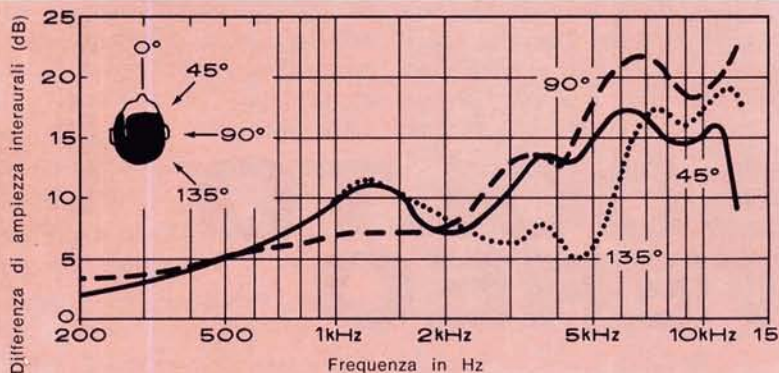

Fig. 2 - (a destra) sono riportate in grafico le differenze interaurali per tre diverse angolazioni e per la banda di frequenza compresa tra 200 e 12.000 Hz.
Fortunatamente l'ascolto bi-aurale è in grado di fornire al cervello informazioni supplementari sotto forma ancora di differenze, ma questa volta di ampiezza. Cioè, il medesimo suono, arrivando ai due orecchi, vi perviene con intensità diverse. In fig. 1 (B) si può vedere che il percorso dalla sorgente fino all'orecchio sinistro dell'ascoltatore, oltre che essere più lungo, è anche curvo. Questo fatto assume un particolare significato poiché al di sopra dei 200-300 Hz la lunghezza d'onda del suono è così corta da poter considerare la testa come un ostacolo effettivo. Si pensi infatti che i suoni di frequenza relativamente alta tendono a propagarsi in linea retta cosicché per suoni provenienti, anche solo parzialmente, di lato la testa finisce sempre per creare una zona d'ombra che interessa l'orecchio che si trova dalla parte opposta alla sorgente; a quest'orecchio in definitiva perviene uno stimolo attenuato. Nel grafico di fig. 2 si vede come variano le differenze di ampiezza in funzio-
lo di ripetizione del segnale, come in fig. 3 (c), la localizzazione presenta sempre ambiguità. Questa condizione si verifica a 750 Hz, frequenza la cui lunghezza d'onda corrisponde all'incirca alla distanza tra i due orecchi. Questa considerazione aiuta anche a capire perché alle frequenze al disopra dei 750 Hz la differenza di ampiezza interaurale cominci ad avere un ruolo determinante nella localizzazione (vedi grafico di fig. 2). Questo non significa che per le frequenze alte le differenze di tempo non siano mai importanti: è esattamente il contrario; tali differenze rimangono importantissime per la localizzazione di segnali non ripetitivi. Esempi di questi suoni si hanno in una corda pizzicata di uno strumento musicale, durante l'istante iniziale della percussione di un tamburo, l'inizio di un suono prodotto da una corda energicamente sollecitata da un arco e così via. In sintesi, ogni volta che la localizzazione di un suono può essere indeterminata per una ragione qualsiasi, il transitorio iniziale riesce a produrre quella differenza di tempo nelle frequenze elevate che permette di risolvere ogni dubbio. La situazione che abbiamo descritto diventa di importanza determinante tutte le volte che ci si trova in un ambiente chiuso con pareti riflettenti. Le riflessioni multiple che si verificano in questo caso, mettono a dura prova il dispositivo di localizzazione.